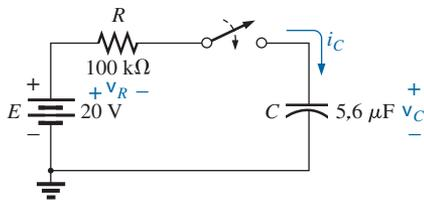

Figura 10.94 Problemas 19 e 20.
19. Considerando o circuito da Figura 10.94, composto de valores-padrão: